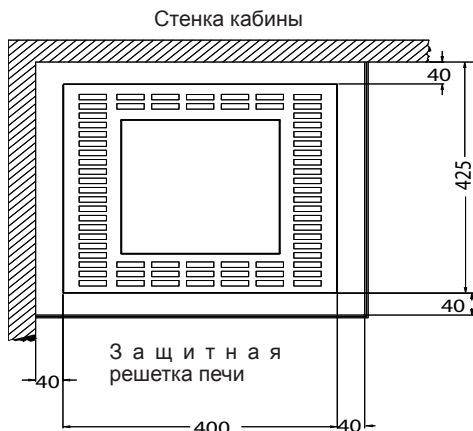

Рис. 1
- При установке печи сауны необходимо следить, чтобы горизонтальное расстояние (между боковыми сторонами) между печью и стенкой кабины составляло не менее 4 см (рис. 1).